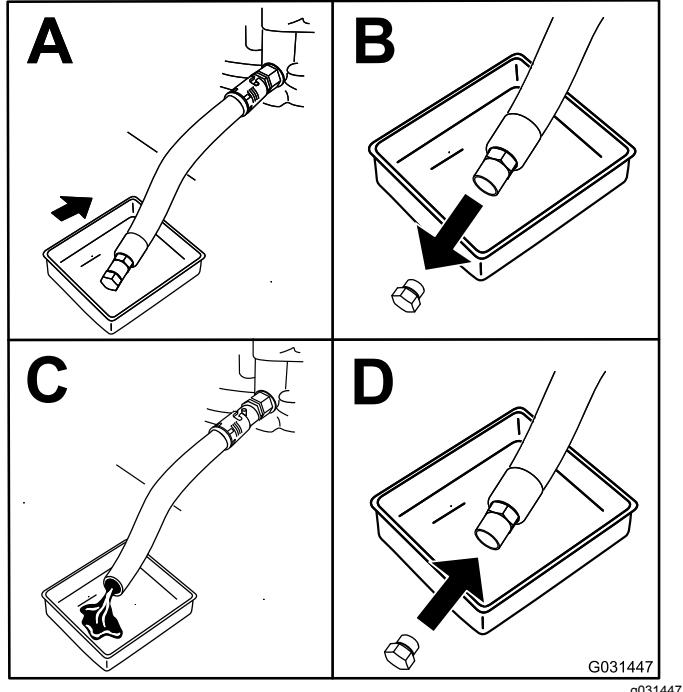

Figura 38
4. Cambie el aceite del motor, según se muestra en Figura 38.